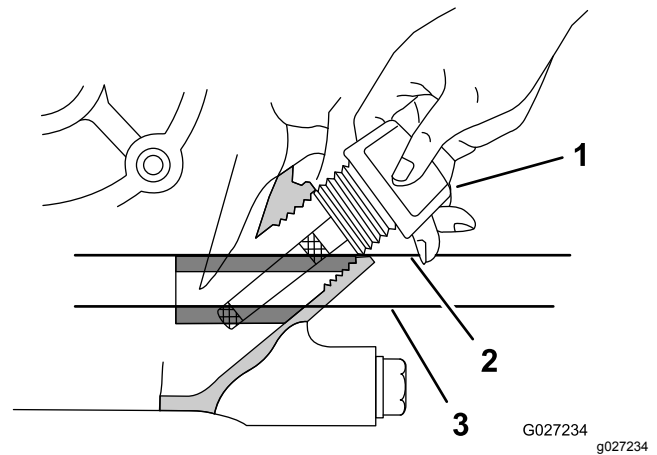

Bild 14
4. Entfernen Sie den Peilstab aus dem Motor und wischen Sie ihn mit einem sauberen Lappen ab (Bild 14).
5. Stecken Sie den Peilstab des Motors wieder ein, wie in Bild 14 dargestellt.
6. Entfernen Sie den Peilstab vom Einfüllstutzen und kontrollieren Sie auf den Ölstand auf dem Peilstab (Bild 14).
**Hinweis:** Der Motorölstand muss zwischen den mit der Schraffur gekennzeichneten Bereichen des Peilstabs liegen (Bild 14).
8. Schrauben Sie den Peilstab handfest im Einfüllstutzen ein (Bild 14).